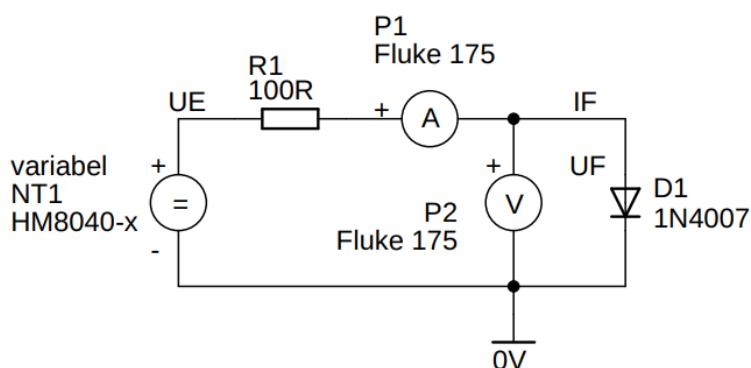

Abbildung 2: Aufnahme Durchlasskennlinie Gleichrichterdiode
- a) Aufbau gemäß Abbildung 2.